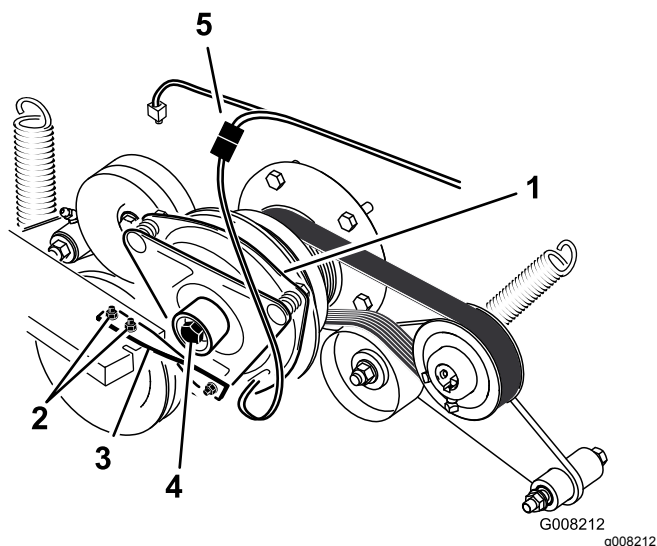

Figura 55
6. Scollegate la connessione elettrica della frizione (Figura 55).
7. Rimuovete i due bulloni che fissano la cinghia di gomma della frizione al telaio del tosaerba (Figura 55).
8. Rimuovete il bullone centrale che fissa la frizione all'albero motore e rimuovete la frizione e la chiave (Figura 55).
15. Tenendo l'albero a gomiti sulla parte posteriore della macchina, installate il bullone centrale e serratelo a 68 N·m (Figura 55).
16. Fissate la cinghia di gomma della frizione al telaio del tosaerba con i 2 bulloni e dadi precedentemente rimossi (Figura 55).
18. Collegate la connessione elettrica della frizione (Figura 55).